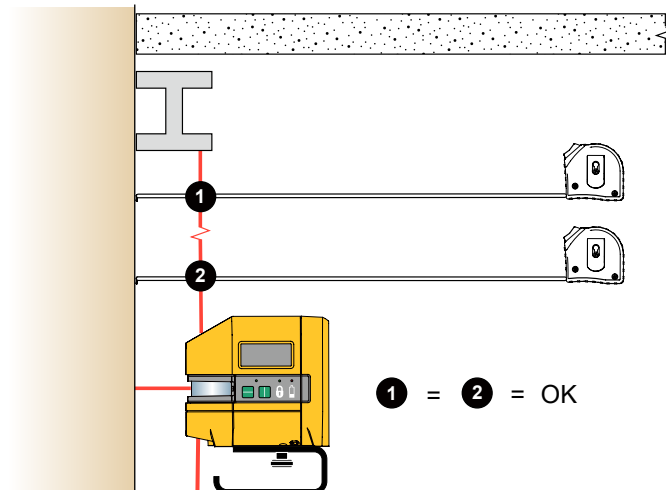

Рисунок 6. Проверка выравнивания размещенного ранее объекта по вертикали
2. Измерьте расстояние от объекта до лазера на различных расстояниях от Прибора. См. Рисунок 6.